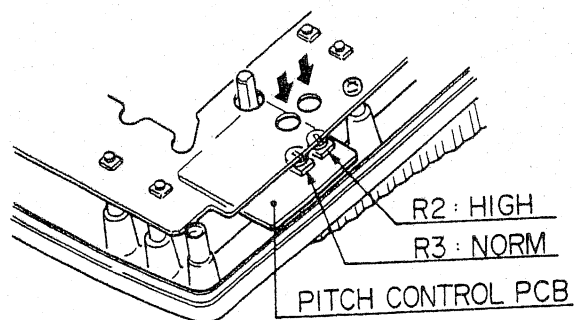

Fig. 2-2
4. Play back the middle portion of the test tape MXT-111 (High Speed)/MTT-111N (Normal Speed), then adjust trimmer resistor R2 (High Speed)/R3 (Normal Speed) (Fig. 2-2) on the PITCH CONTROL PCB till a frequency counter reading of 3000 Hz \pm 5 Hz is reached.
4. テスト・テープ MXT-111 (High Speed)、MTT-111N (Normal Speed) の中間部を再生したとき、周波数カウンタの値が3000Hz \pm 5Hzになるように PITCH CONTROL PCBの半固定抵抗 R2 (High Speed)、R3 (Normal Speed) (図2-2) を調整する。